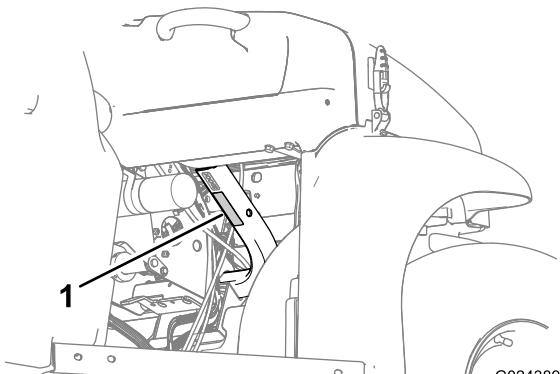

Рисунок 20
- Соблюдайте грузоподъемность машины и ограничивайте вес перевозимого в кузове груза, как описано в разделе Технические характеристики (страница 18) и на табличке полной массы машины (Рисунок 20).